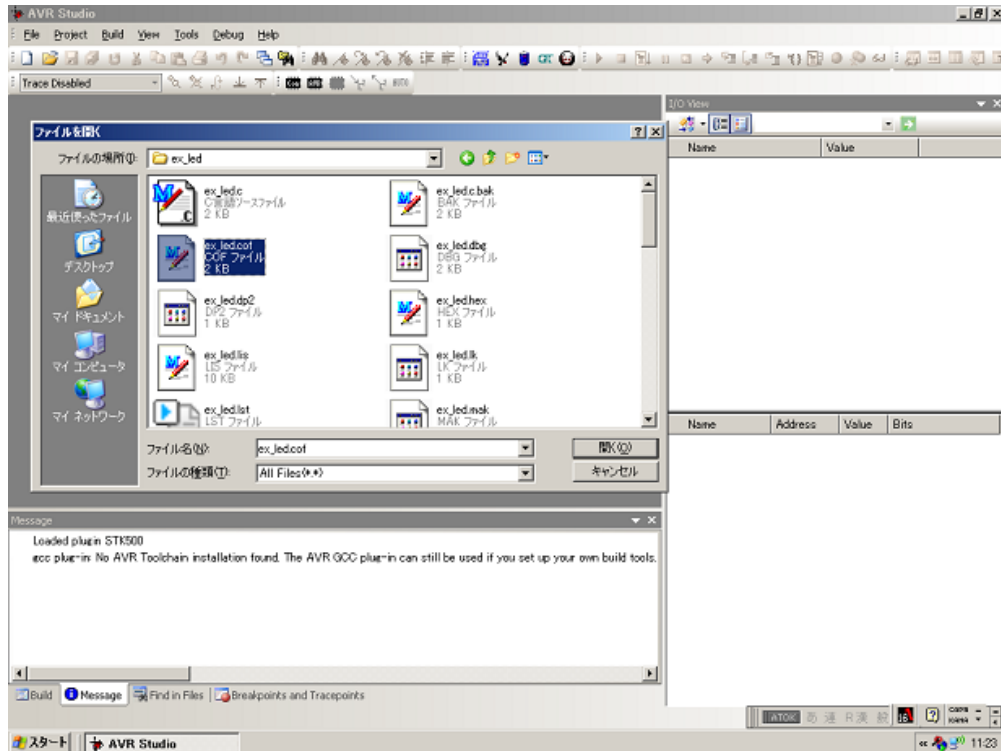

図 6. 拡張子がcofのファイルの読み込み
- IGCでコンパイルした後、“プロジェクト名.cof” という名前のファイルができます。このファイルをAVR Studioを起動し、図 6 のようにファイルを開きロードします。